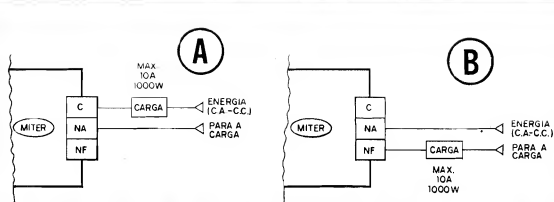

Fig. 7
- FIG. 7 - EXEMPLOS E MAIS DETALHES DO "COMPORTAMENTO" DO MITER, EM SUAS VÁRIAS OPÇÕES... - Além das possibilidades de Temporização direta e reversa, em vários parâmetros (já explicado), as próprias características de "reversibilidade" dos terminais finais
Podem parecer um pouco confuso, à primeira leitura (texto referente à FIG. 7), porém basta um pouco de atenção e raciocínio, uma análise cuidadosa no diagrama do circuito (FIG. 1) e nas configurações possíveis (FIG. 2), além do suficiente conhecimento de como atuam os contatos reversíveis de um relé, para compreender em profundidade os "comportamentos" relacionados...!